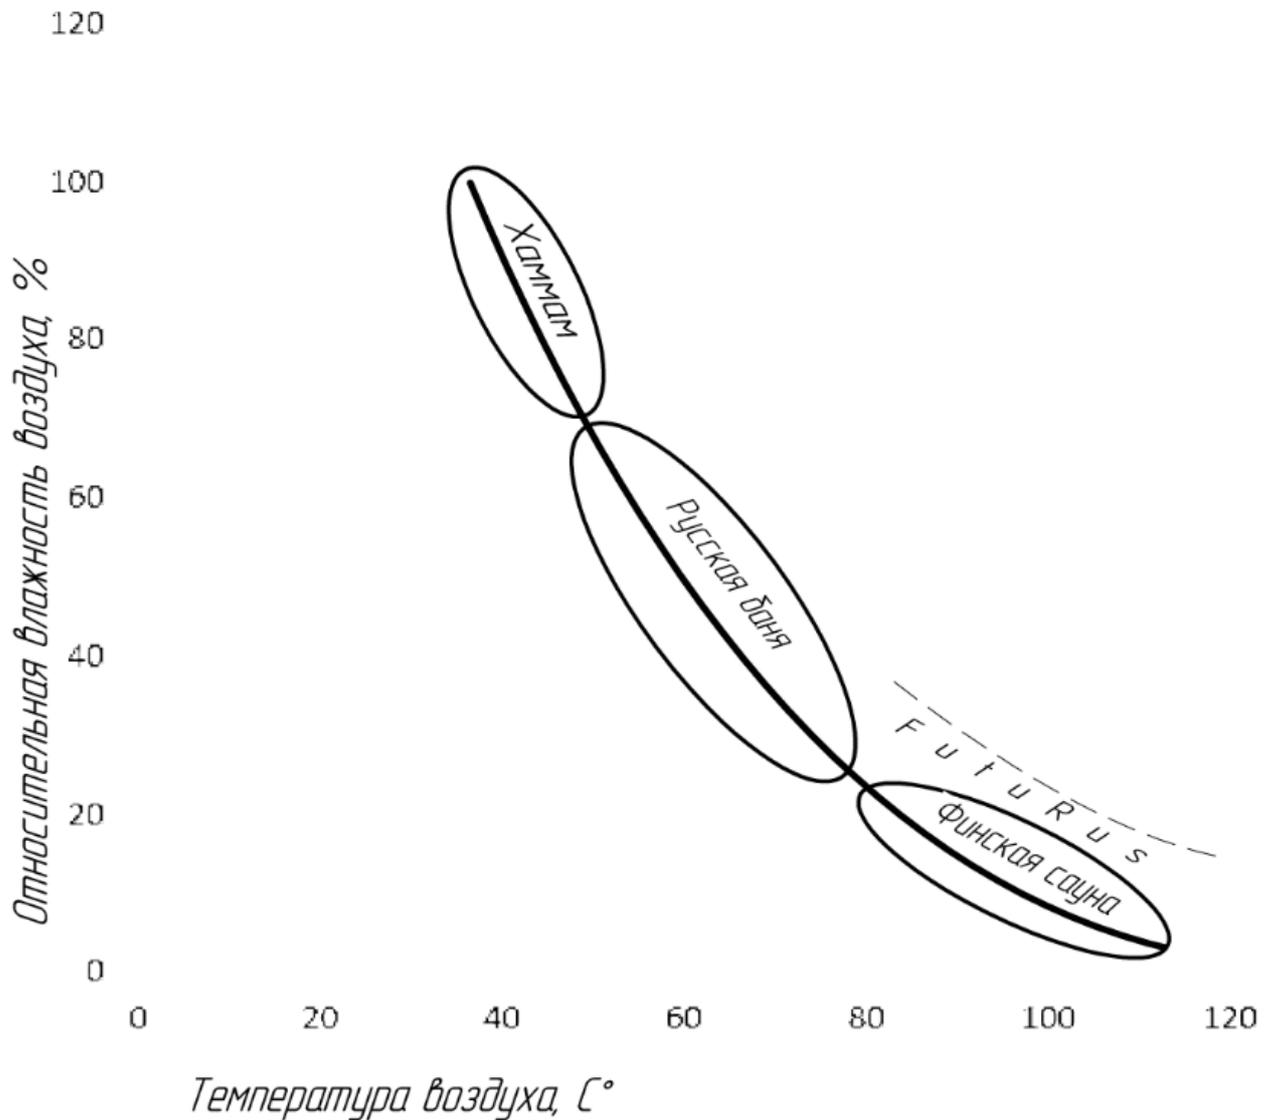

Рис.9 Хомотермальная кривая
2.2.2.3 Нажатием соответствующей кнопки на дисплее выбрать один из предустановленных режимов\* (см. таб.3.1 и рис.9) или выбрать режим «Футурус» и настроить индивидуальный режим. Для настройки режима «Футурус» Пользователь имеет возможность, используя кнопки управления на дисплее, включать/выключать все модули ЭНУ в любом сочетании, устанавливая любые технически возможные значения температуры в парильном
\* Производитель не рекомендует изменять настройки предустановленных режимов. Режимы программировались в соответствии с хомотермальной кривой (см. рис.9), изменение настроек может привести к выходу из комфортной зоны температурно-влажностного режима в парной и нанести вред организму. Для получения индивидуальных режимов используйте режим «Футурус».